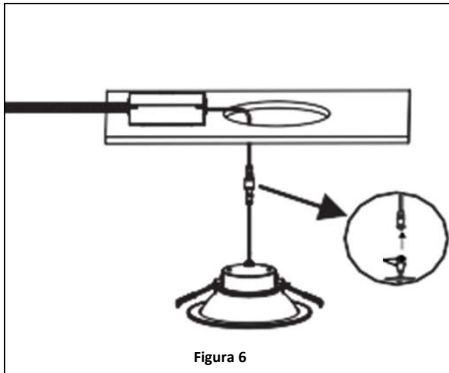

Figura 6
4. Conecta los extremos del conector con llave del compartimento de cableado y de la lámpara y aprieta la tuerca insertada para asegurar la conexión. **Ver Figura 6.**